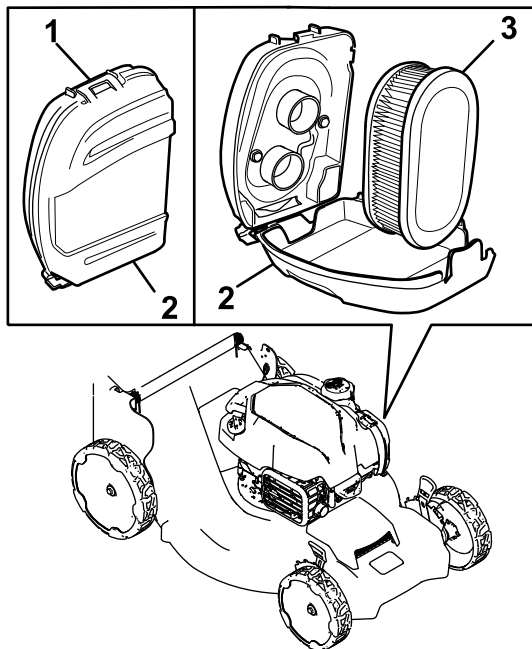

Figura 22
1. Desprindeți partea superioară a capacului filtrului de aer (Figura 22).
2. Îndepărtați filtrul de aer (Figura 22).